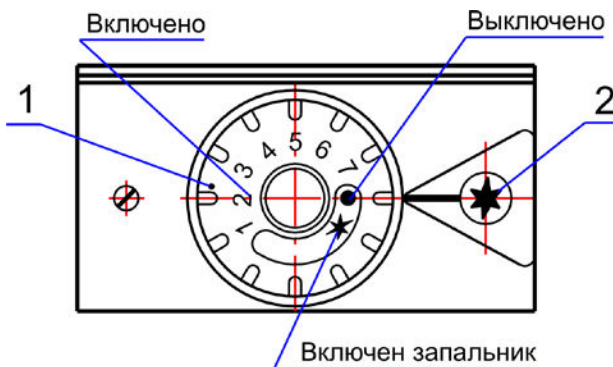
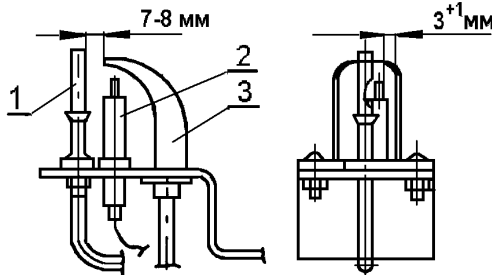

Рис.2 Блок автоматики
Рис.3 Устройство запальное
4.4. Установка требуемой температуры воды производится ручкой управления 1 (Рис.2) от 30°C до 90°C , а ее контроль выполняется по
4.6. Устройство запальное Рис.3 предназначено для крепления запальника, термопары, свечи зажигания и розжига основной горелки.
- вращать ручку управления 1 (Рис.2) без надобности;
- настраивать ручку управления 1 (Рис.2) на температуру воды выше 90°C;
- поворачивать ручку управления 1 (Рис.2) для перевода с имеющейся температуры на более низкую при неостывшей (до 60 °С) воде в баке аппарата;
- стучать по горелке, автоматике, поворачивать ручку крана газового, ручку управления 1 (Рис.2) с помощью ключей, плоскогубцев и других инструментов;
6.12. Проверьте работу пьезорозжига. При нажатии на кнопку пьезорозжига 2 (Рис.2) должна проскакивать искра между электродом свечи 2 (Рис.3) и запальником 3 (Рис.3).
6.15. Установите ручку управления 1 (Рис.2) блока автоматики в положение «Выключено» ●.
6.20. При работе аппарата в летнее время только на ГВС, после прекращения забора горячей воды выключите основную горелку, повернув ручку управления 1 (Рис.2) по часовой стрелке в положение “Включен запальник” .